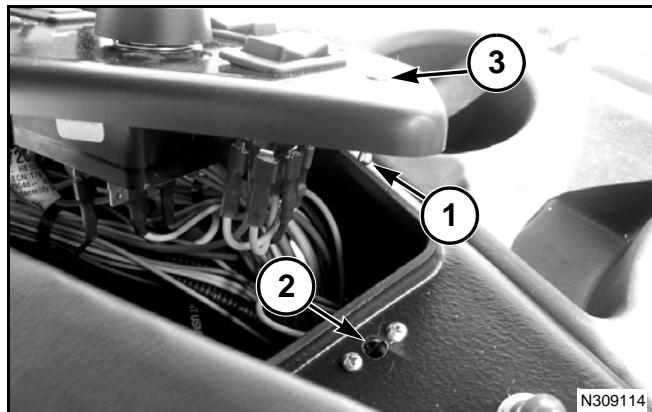

FIG. 6
**FIG. 6:** Para abrir la consola de control, tire hacia arriba del borde de la cubierta cerca de los prisioneros de bola (1). Los prisioneros de bola se soltarán de sus pinzas (2). No quite los tornillos (3) que sujetan los prisioneros de bola a la cubierta.